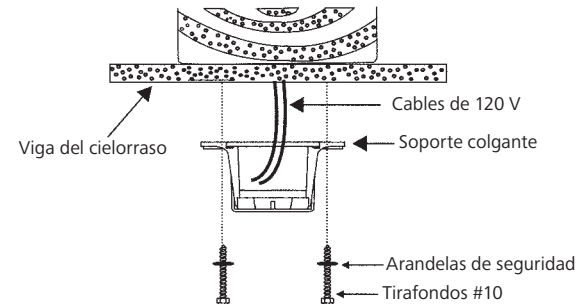

Fig. 7
Paso 4A. Asegure el soporte de montaje directamente a una viga de la estructura de la construcción. Utilice únicamente los tirafondos adecuados y las arandelas de seguridad que se incluyen con su ventilador. (Fig. 7) **NOTA:** ESTE PASO ES SÓLO PARA CANADÁ.
¡PRECAUCIÓN! EL SOPORTE COLGANTE DEBE INSTALARSE DIRECTAMENTE EN LA VIGA DEL CIELORRASO UTILIZANDO LOS DOS TIRAFONDOS Y ARANDELAS PROPORCIONADOS. (Fig. 7)